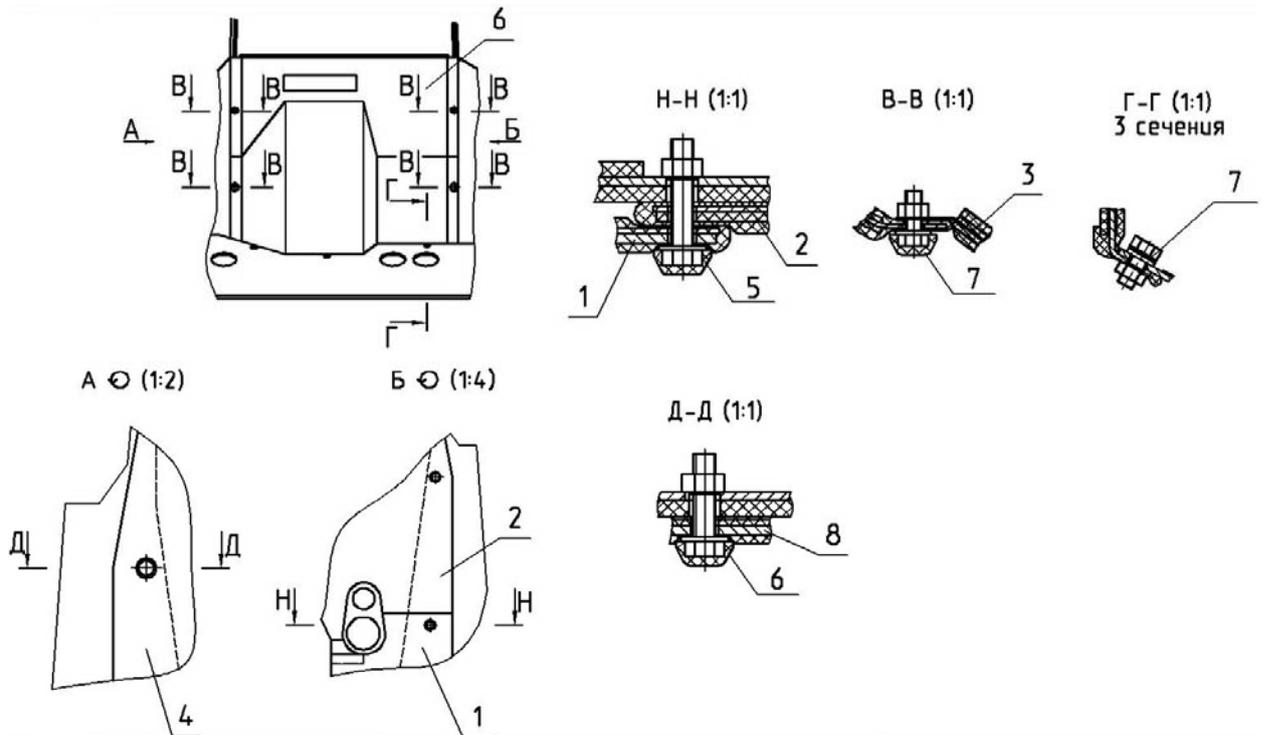

Рисунок 7.7
1) отверните болты (6) (рисунок 7.7) (сечение Д-Д), (7) (сечение В-В), снимите левую панель (4) 80-6700320;
2) отверните болты (5) (сечение Н-Н), (7) (сечение В-В), снимите правую нижнюю панель (1) 85-6700330, снимите правую верхнюю панель (2) 85-6700340;
3) отверните болты (7) (сечение Г-Г) снимите панель (3) 80-6700300.